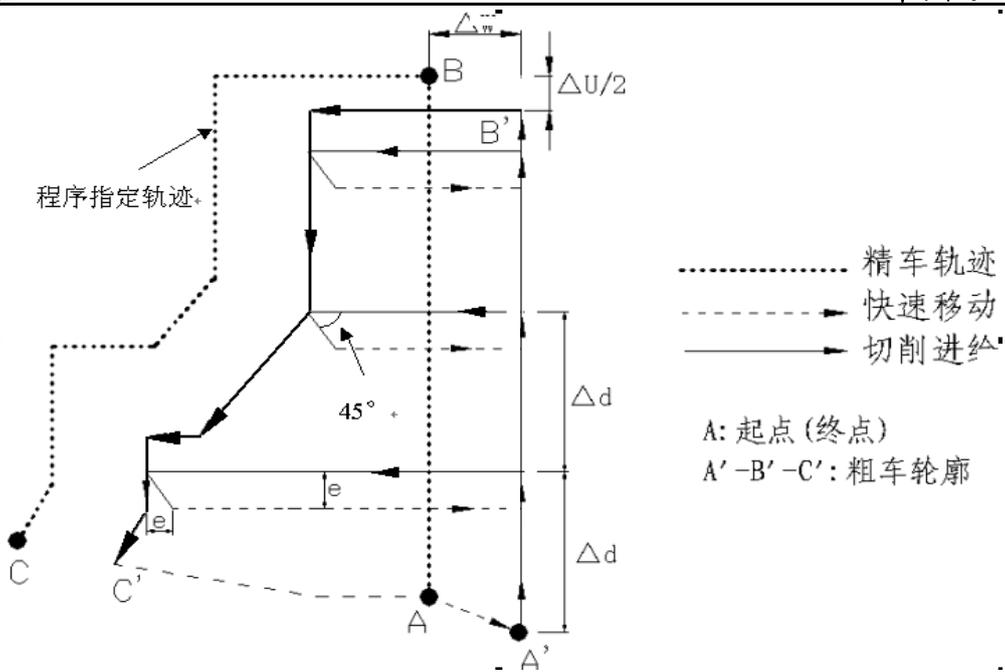

图 3.36 G71 代码循环轨迹
1) 指令执行过程：图 3.36
- ① 从起点A点快速移动到A'点，X轴移动 Δu 、Z轴移动 Δw ；
- ② 从A'点X轴移动 Δd (进刀)，ns程序段是G0时按快速移动速度进刀，ns程序段是G1时按G71的切削进给速度F进刀，进刀方向与A点→B点的方向一致；
- ③ Z轴切削进给到粗车轮廓，进给方向与B点→C点Z轴坐标变化一致；
- ④ X轴、Z轴按切削进给速度退刀e(45°直线)，退刀方向与各轴进刀方向相反；
- ⑤ Z轴以快速移动速度退回到与A'点Z轴绝对坐标相同的位置；
- ⑥ 如果X轴再次进刀($\Delta d+e$)后，移动的终点仍在A'点→B'点的联机中间(未达到或超出B'点)，X轴再次进刀($\Delta d+e$)，然后执行③；如果X轴再次进刀($\Delta d+e$)后，移动的终点到达B'点或超出了A'点→B'点的联机，X轴进刀至B'点，然后执行⑦；
- ⑦ 沿粗车轮廓从B'点切削进给至C'点；
- ⑧ 从C'点快速移动到A点，G71循环执行结束，程序跳转到nf程序段的下一个程序段执行。